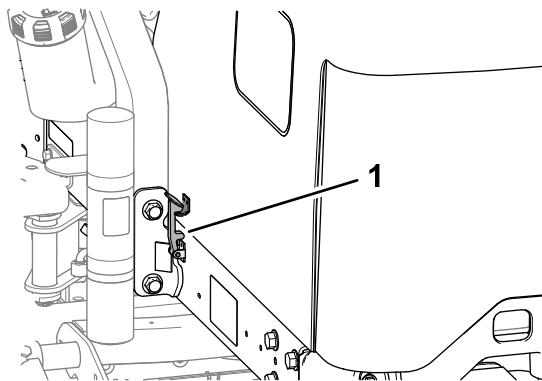

Figure 57
2. Soulevez et rabattez le capot en arrière (Figure 57).